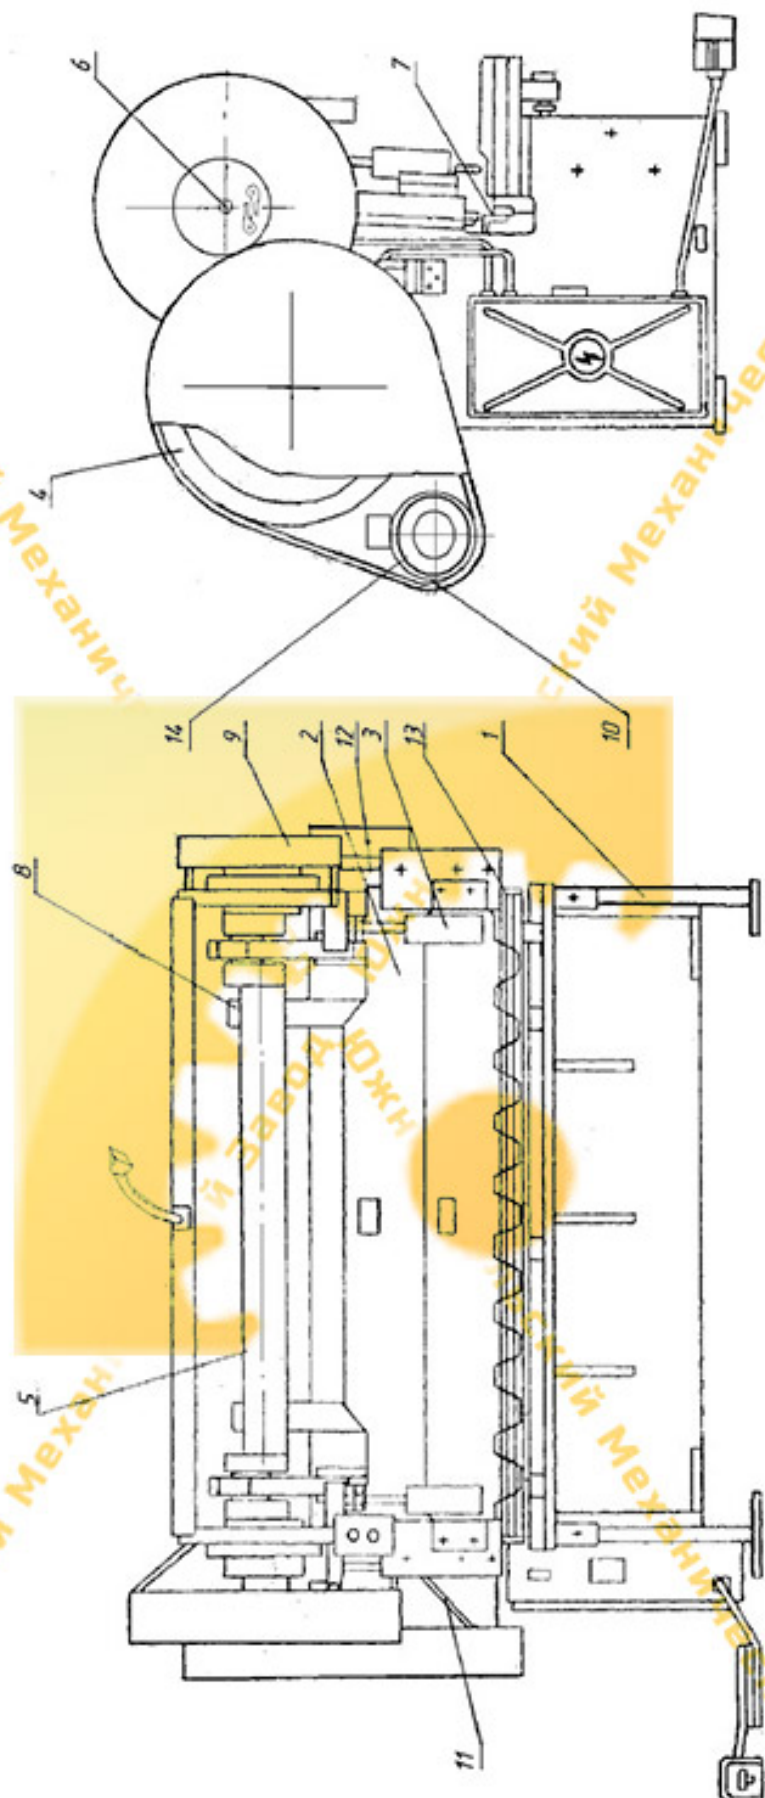

Рис. 1. Расположение составных частей ножниц
Ножницы кривошипные листовые с наклонным ножом модели (рис.1) предназначены для резки листового материала с $\sigma \leq 50 \text{ кгс/мм}^2$.
4.1. Общий вид с обозначением составных частей ножиц (рис.1).